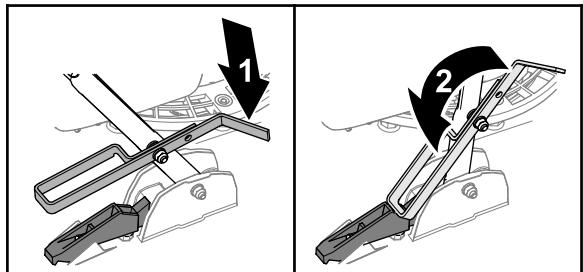

Figura 25
- Per rilasciare la stegola, sollevate la stegola e ruotate l'arresto del pedale in avanti (Figura 25).